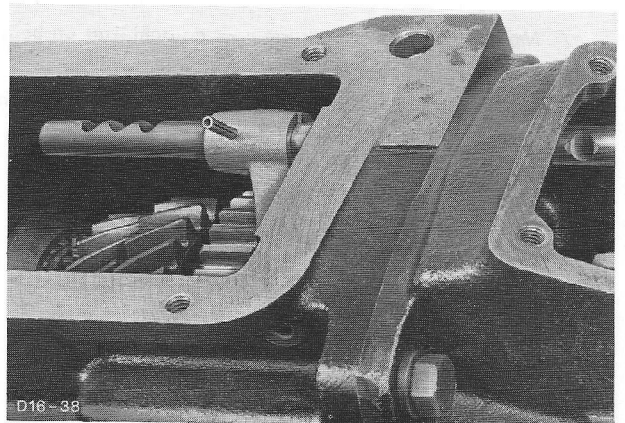

Fig.111 Schakelvorkas voor 1e/2e versnelling.
53. Schuif de schakelvorkas voor 1e/2e versnelling door het rechter gat in het huis en steek de as in de betreffende schakelvork. Monteer de holle borgpen en schuif de plunjer in het huis (fig.111).